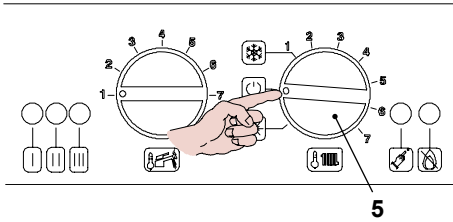

Figura 5.45
- Posizionare il selettore 5 come indicato in Figura 5.45 per uscire dalla programmazione.